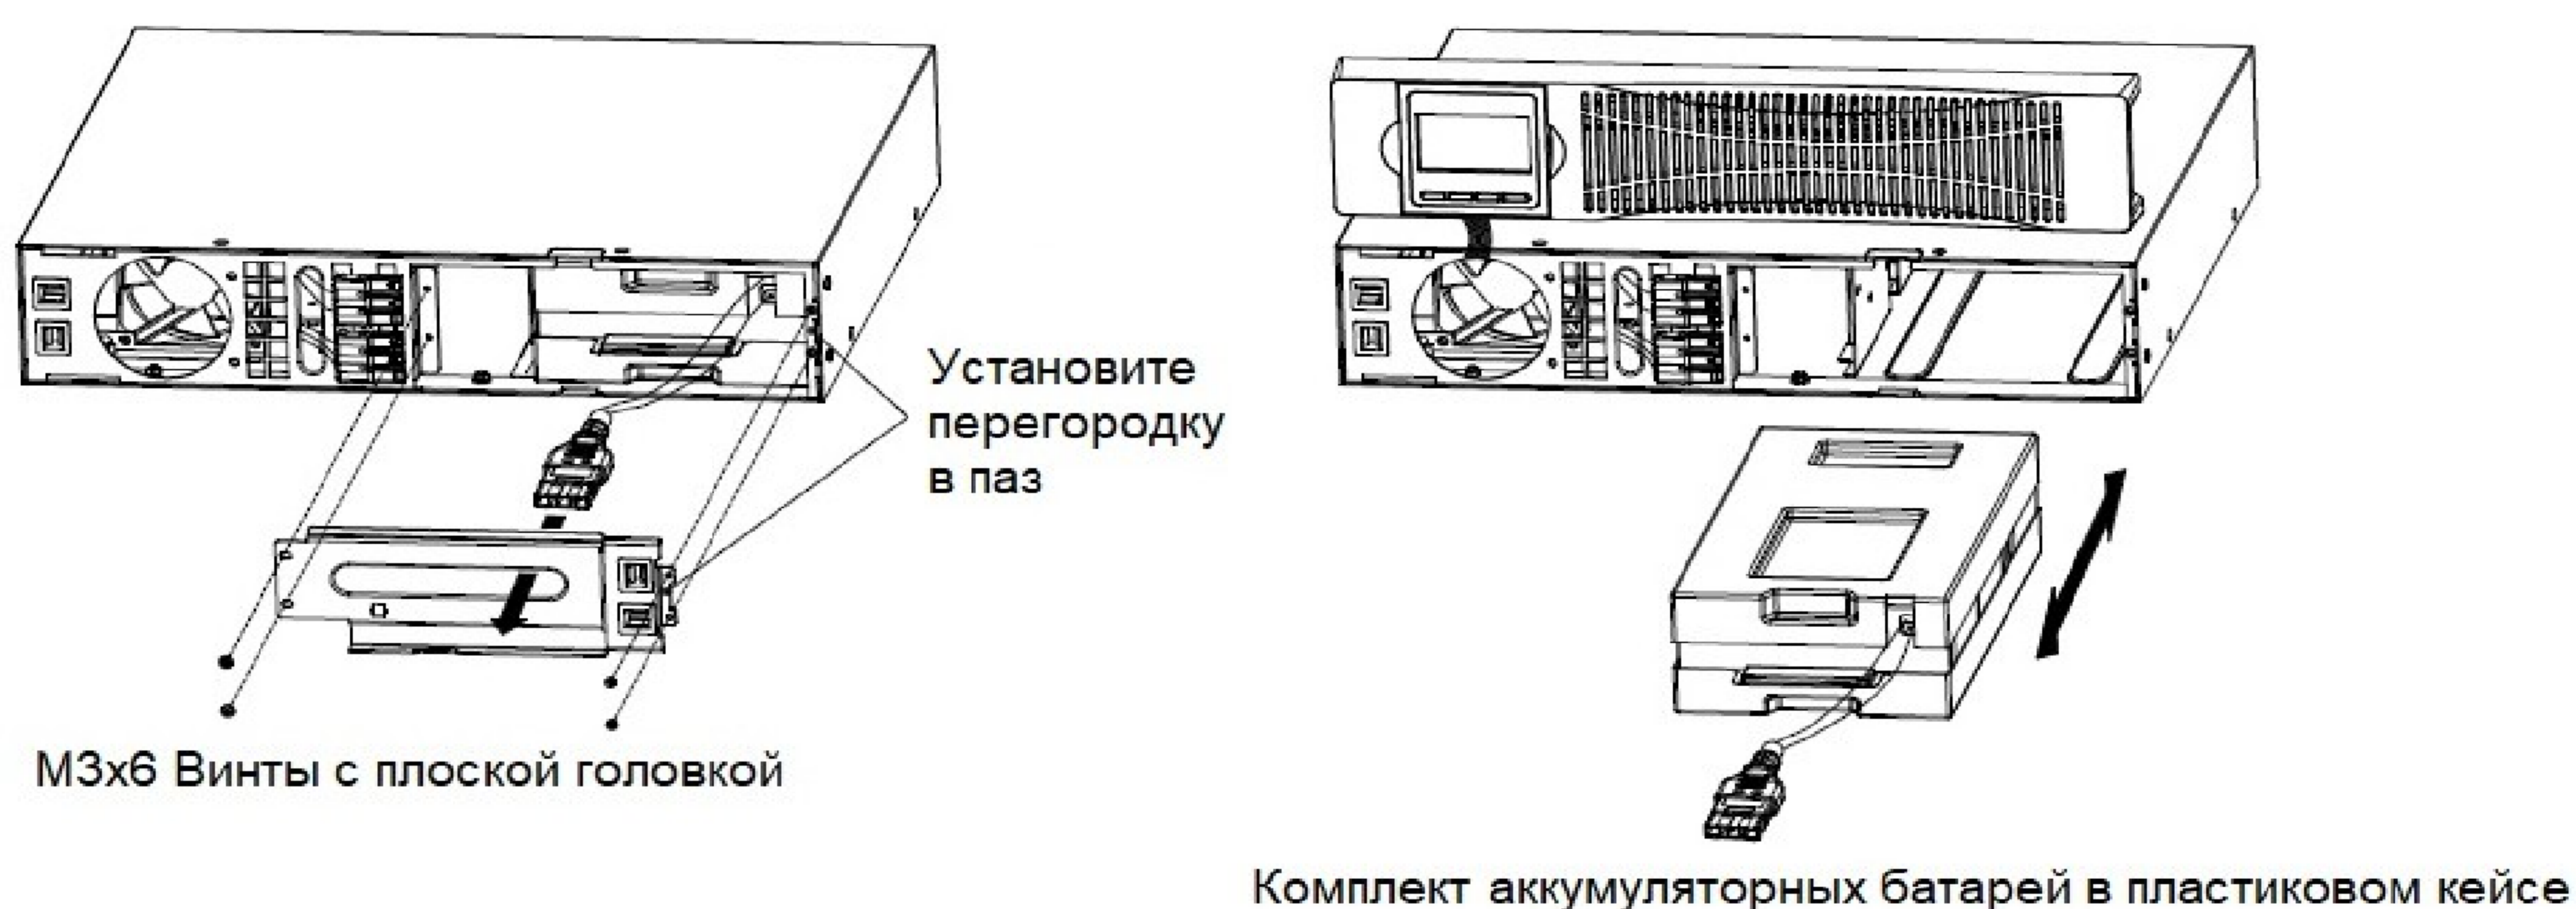

Рис.21 — Замена аккумуляторных батарей в ИБП
- 2) Отсоедините кабели, соединяющие отсек аккумуляторных батарей ИБП (один комплект батарей) или дополнительный блок батарей (два комплекта батарей). Открутите винты на перегородке отсека аккумуляторных батарей (см. Рис.21), затем извлеките левую или правую перегородки;